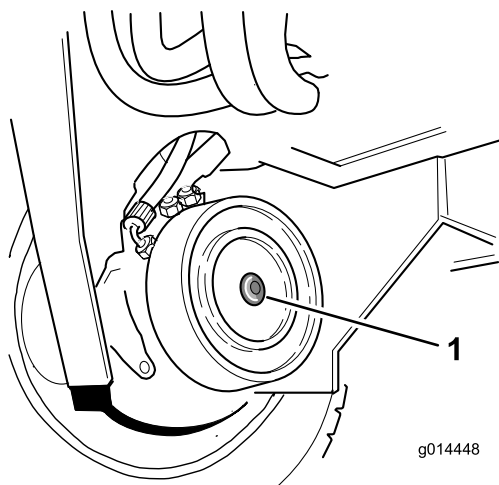

図 44
2. 右前輪のディスクブレーキアセンブリについている六角プラグを外す 図 44。